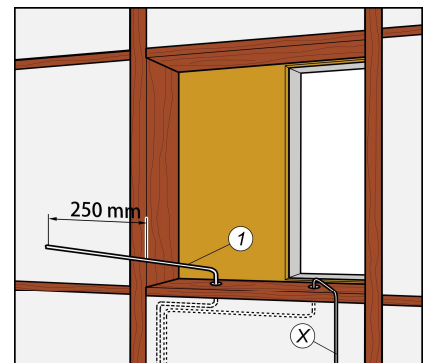

Abb. 2
Anschlusskabel (1) nach Skizze verlegen und fixieren. Kabelüberstand über Wandniveau ca. 250 mm. (Abb. 2)